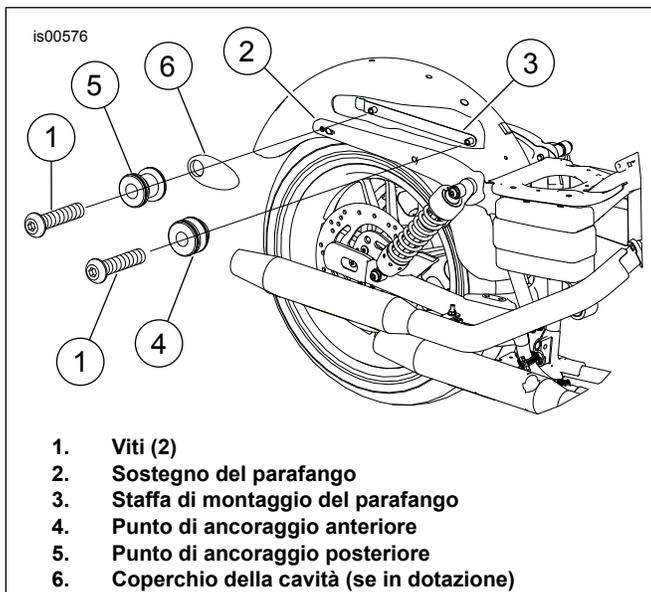

Figura 1. Modelli con accessori rimovibili
Per i modelli FXDWG 2006-2008 e tutti i modelli FXDF: La staffa di montaggio di serie del parafango (Figura 1, elemento 2) può essere riutilizzata o eliminata e sostituita con una nuova staffa presa dal kit.
2. Vedere Figura 1. Lavorare su un lato del veicolo per volta. Rimuovere le due viti di montaggio del parafango (1) e la staffa di montaggio del parafango (3). Eliminare le viti.
3. Rimuovere il punto di ancoraggio anteriore (4) e il punto di ancoraggio posteriore (5). Conservarli per usarli in seguito.